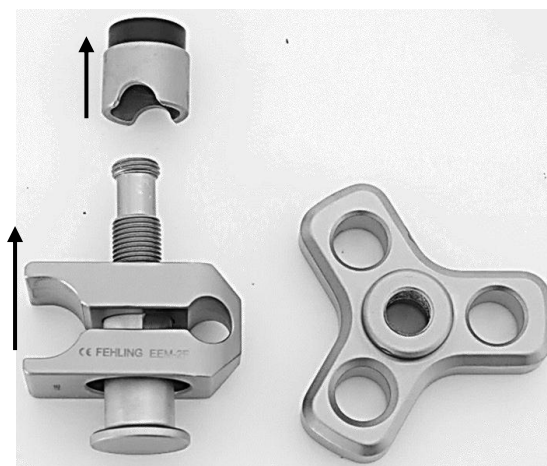

Abb. 18
Zuerst die Klemmhülse (2) von der Gewindestange (4) ziehen, dann das Klemmstück (3) entfernen (Abb. 18).